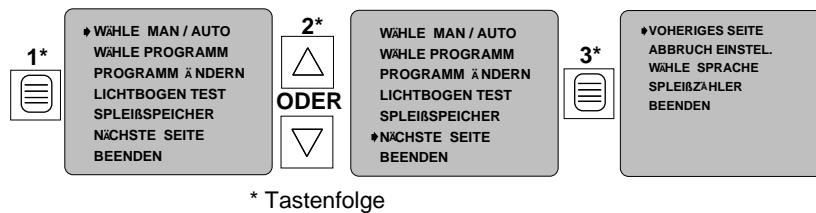

Abbildung 52
6.1 Wählen Sie nach dem Einschalten des Gerätes durch Drücken der Programm Taste die erste Menü Seite. Mit Hilfe der Programm Tasten können Sie Cursor Bewegungen vornehmen um ein gewünschtes Programm auszuwählen oder das Menü zu schließen (siehe Abb. 52).